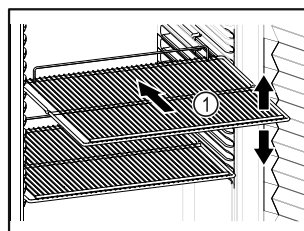

Fig. 82 Eksempelfremstilling
- Hvis oppbevaringshyllene Fig. 82 (1) kan flyttes, juster etter høyden.